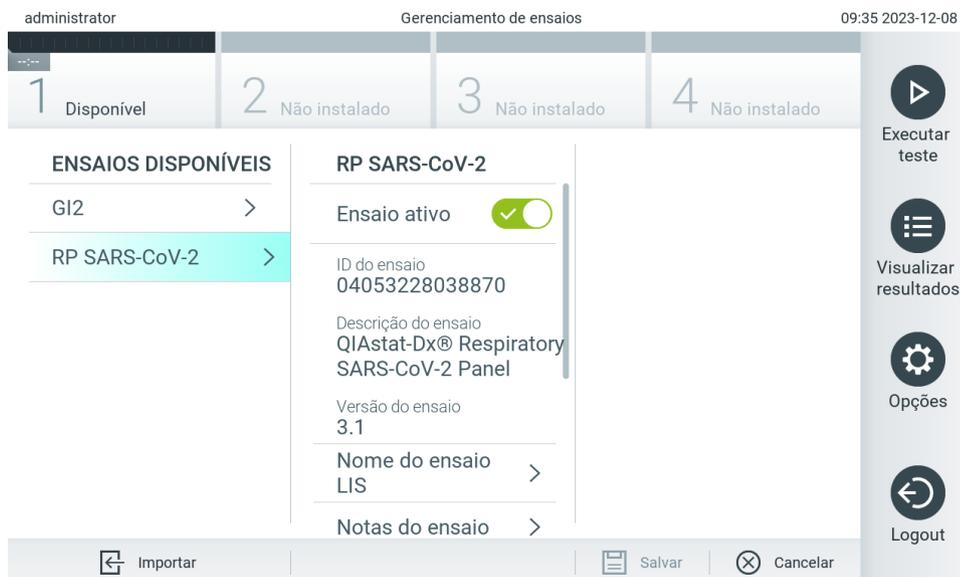

Figura 59. Ativando o ensaio.
7. O ensaio é ativado selecionando Assay Active (Ensaio ativo) (Figura 59).